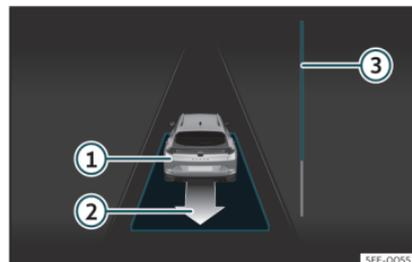

Fig. 174 Sur l'écran du tableau de bord : sortir d'une place de stationnement en créneau.
- Reculez jusqu'à ce que retentisse le signal continu du ParkPilot ; **OU** : reculez jusqu'à ce que l'indication de passer en marche avant apparaisse sur l'écran du tableau de bord. La barre de progression **>>> fig. 174 ③** indique la distance à parcourir **>>> page 288**.